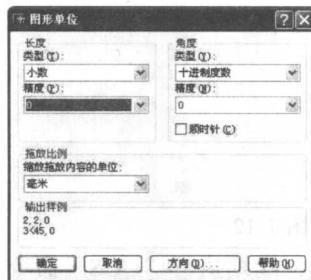
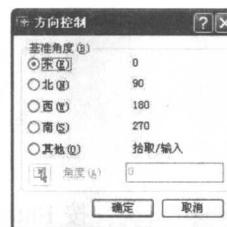

图 1-9
图 1-10
- (1) 用“DDUNITS”命令打开“图形单位”对话框, 如图 1-9 所示设置各参数。
- (2) “图形单位”对话框的“长度”选项组用于设置图形的长度类型和精度。长度的类型包括“分数”、“工程”、“建筑”、“科学”和“小数”五种, 其中“工程”和“建筑”类型以英尺和英寸显示, 每一图形单位代表 1 英寸。
- (3) 单击“方向”按钮, 打开“方向控制”对话框, 如图 1-10 所示, 默认情况下, 基准角度的 0 度方向是指向东即右的方向, 逆时针方向为角度增加的正方向。